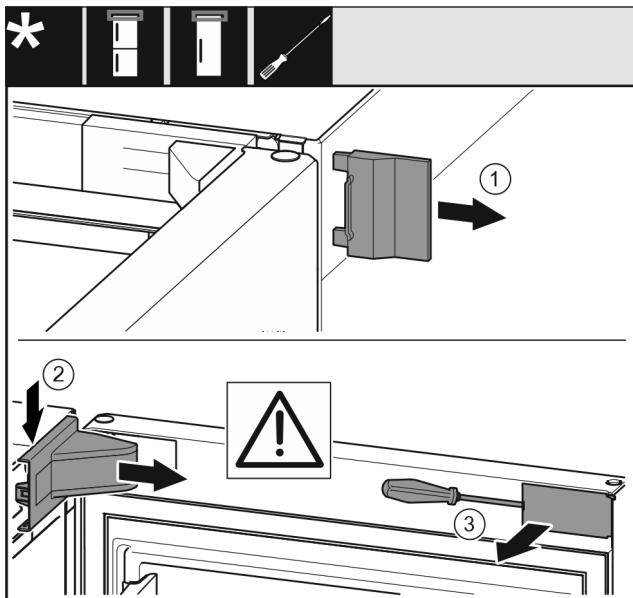

Fig. 5
- Зніміть зовнішню кришку. Fig. 5 (1)
► Звільніть і ослабте кришку опорного кронштейна. Зніміть кришку опорного кронштейна. Fig. 5 (2)
► За допомогою шліцевої викрутки звільніть від фіксатора та поверніть убік накладку. Fig. 5 (3)